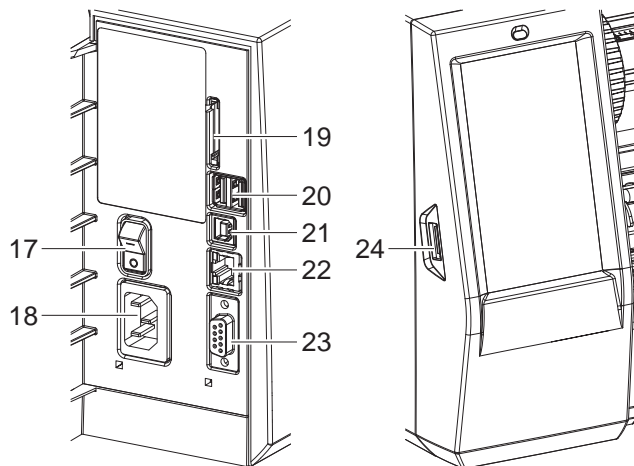

Bild 3 Anschlüsse
Die serienmäßig vorhandenen Schnittstellen und Anschlüsse sind in Bild 3 dargestellt.
2. Netzkabel in Netzanschluss (18/Bild 3) stecken.
- ▶ Drucker am Netzschalter (17/Bild 3) einschalten.